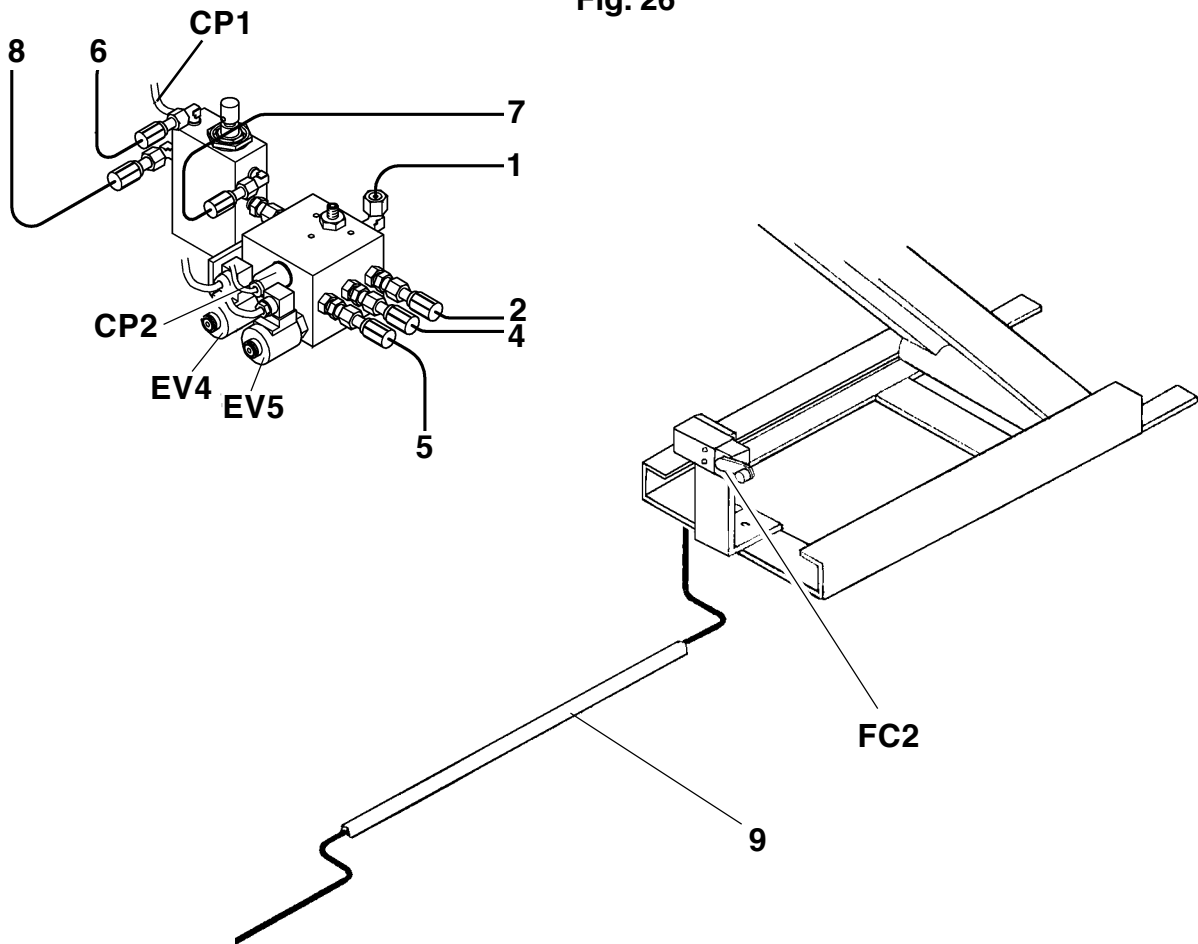

Fig. 27
Collegare i cavi presenti in centralina alle elettrovalvole EV4, EV5, ai pressostati CP1, CP2, (vedi Fig.27). Posizionare il micro FC2 sotto alla pedana P1, infilare il cavo nella canalina (9 Fig.27) e collegarlo alla morsettieria nella centralina (vedi Fig.26). Fissare la canalina al suolo con gli appositi tasselli.
Connect the cables in the control unit to the solenoid valves EV4, EV5, to the pressure gauges CP1, CP2, (see Fig. 27). Place the microswitch FC2 below platform P1, fit the cable in the cableway (9 Fig. 27) and connect it to the terminal board in the control unit (see Fig. 26). Fasten the cableway to the floor using the plugs provided. Now place the platform P2 inside the pit, respecting the measurements shown in Fig. 21, especially dimension 870+3/0 between the platforms, placing the shims (2) under the setscrews (1) of the base.
Die im Schaltschrank vorhandenen Kabel an die Elektroventile EV4, EV5, an die Druckwächter CP1, CP2, (siehe Abb. 27) und die Polung berücksichtigen. Den Mikroschalter FC2 unter der Fahrbahn P1 positionieren, das Kabel in die Kabelführung verlegen (9 Abb. 27) und an die Klemmleiste im Schaltschrank anschliessen (siehe Abb. 26). Die Kabelführung über die dazu vorgesehenen Dübel am Fussboden verdübeln. Nun die Fahrbahn P2 im Grubeninnern positionieren und die auf Abb. 21 angegebenen Masse einhalten, speziell die Quote 870+3/0 zwischen den Fahrbahnen, indem die Unterlegscheiben (2) unter die Justierschrauben (1) des Grundrahmens gelegt werden.
Connecter les câbles du pupitre de commande aux électrovalves EV4, EV5, aux pressostats CP1, CP2, (voir Fig. 27).
Positionner le microinterrupteur FC2 sous le chemin de roulement P1, introduire le câble dans le cheminement (9 Fig. 27) et le raccorder à la barrette de connexion située dans le pupitre de commande (voir Fig. 26). Fixer le cheminement au sol au moyen des vis tamponnées spéciales. Positionner maintenant le chemin de roulement P2 à l'intérieur de la fosse, en respectant les mesures indiquées à la Fig. 21 et, d'une manière particulière, la cote 870+3/0 entre les chemins de roulement en introduisant les cales (2) sous les vis de réglage (1).
Conecte los cables situados en el panel de mando a las electroválvulas EV4, EV5, a los presostatos CP1, CP2, (ver Fig. 27). Coloque el microinterruptor FC2 debajo de la plataforma P1, enfilar el cable en el conducto (9 Fig. 27) y conectarlo al tablero de bornes del panel de mando (ver Fig. 26). Fije el conducto en el suelo con los tacos apropiados.